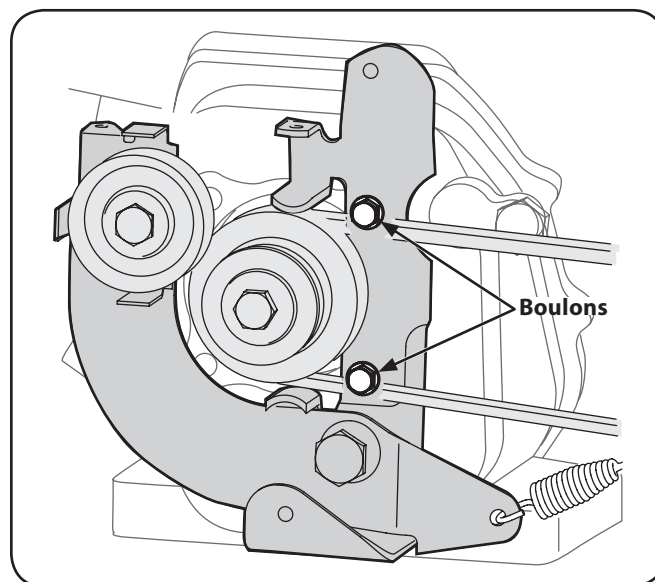

Figure 7-5
4. La courroie d'entraînement de marche avant ne pourra pas être enlevée des garde-courroies placés près de la poulie du moteur. Vous devez retirer le support de la poulie de tension de marche arrière pour pouvoir enlever la courroie de la poulie du moteur. Retirez les deux boulons et déplacez le support vers la poulie de la transmission. Gardez-les pour utilisation ultérieure. Voir Figure 7-5.